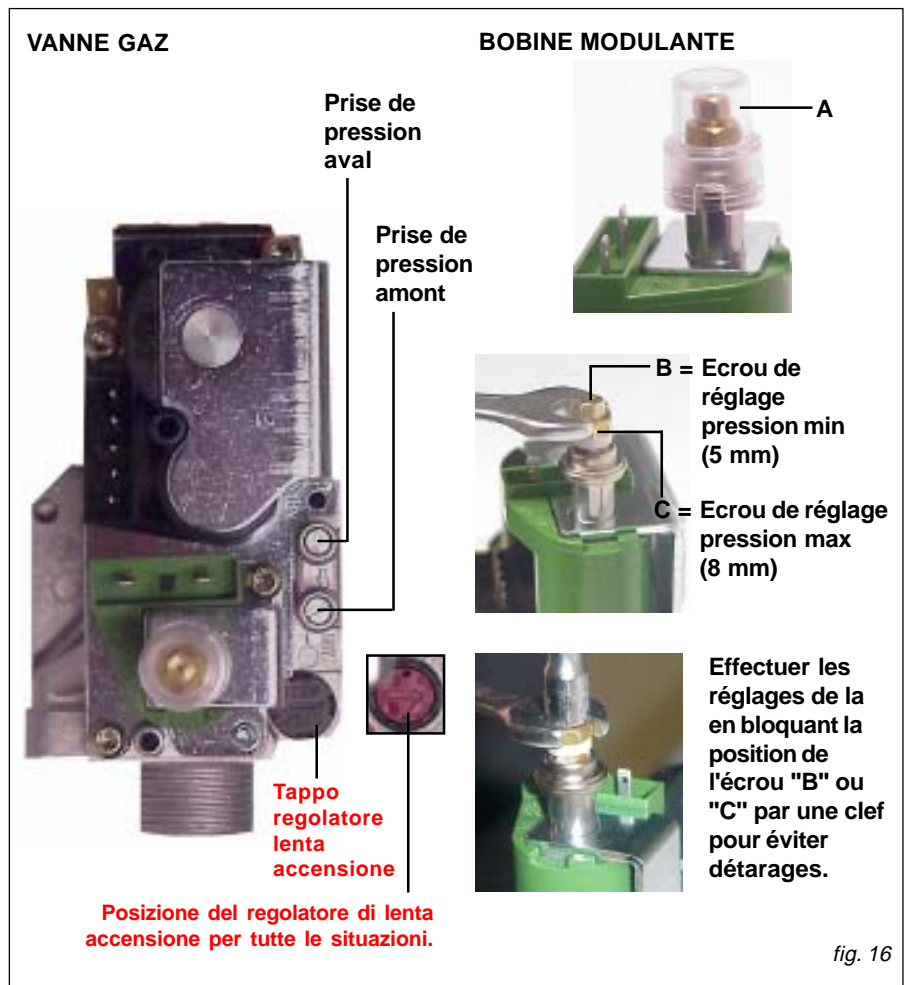

fig. 16
- enlever le capuchon "A" (fig. 16) de la bobine de la vanne gaz et visser à fond l'écrou "C" de régulation de la pression maxi avec une clé de 8 mm (fig. 16);
- remettre et sceller le capuchon "A" sur la bobine (fig. 16);